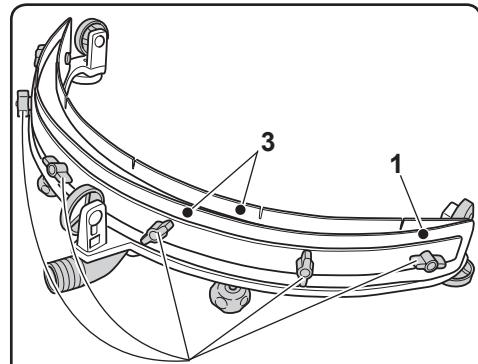

Fig. 19
11.1.f - Substitution des raclettes en caoutchouc (Fig. 19)